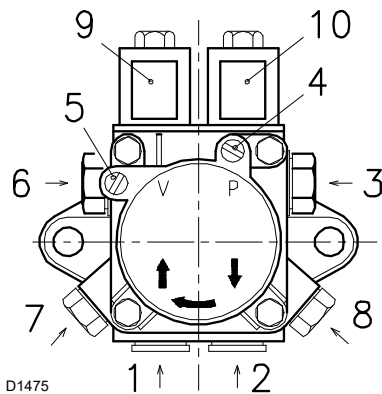

Fig. 18
Legenda (Fig. 18)
- Aby sa čerpadlo mohlo spustiť samo, je nevyhnutné uvoľniť jednu zo skrutiek 4)-8)(Fig. 18) čerpadla s cieľom vypustiť vzduch z odsávacieho potrubia.
Na zmenu tlaku 1. stupňa pôsobte na skrutku 6)(Fig. 18).
Na zmenu tlaku 2. stupňa pôsobte na skrutku 7)(Fig. 18).